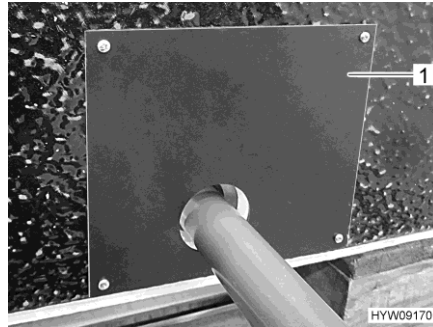

Bild 144 Abdeckung (Abwassertank-Wanne)
- Abdeckung (Bild 144,1) an der Abwassertank-Wanne abnehmen.
- Abdeckung (Bild 144,1) anbringen.